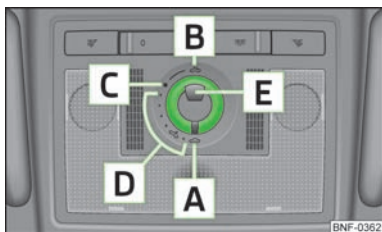

Abb. 19
Das elektrische Panorama-Schiebe-/Ausstelldach, (nachstehend nur als Schiebe-/Ausstelldach), kann nur bei eingeschalteter Zündung mit dem Drehschalter » Abb. 19 bedient werden. Der Drehschalter hat mehrere Stellungen.
- › Den Schalter in Stellung **C** » Abb. 19 drehen.
- › Den Schalter in Stellung **A** » Abb. 19 drehen.